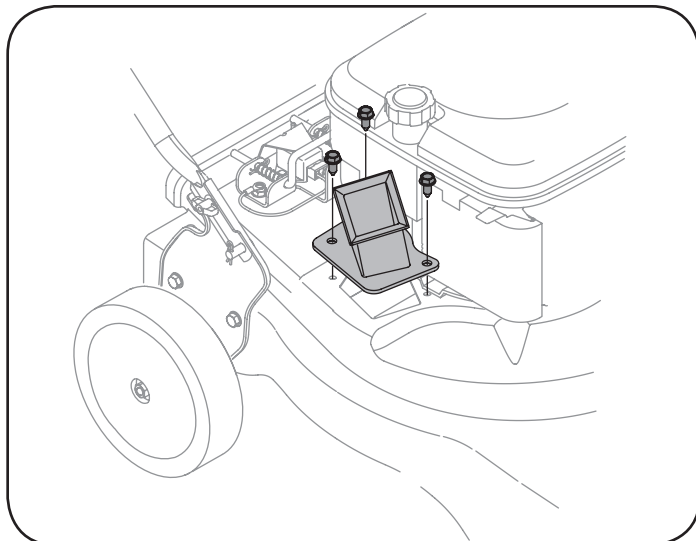

Figura 18
3. Ajuste los tres tornillos de cabeza hexagonal que sostienen el canal de la cortadora a la caja superior. Vea la figura 18.